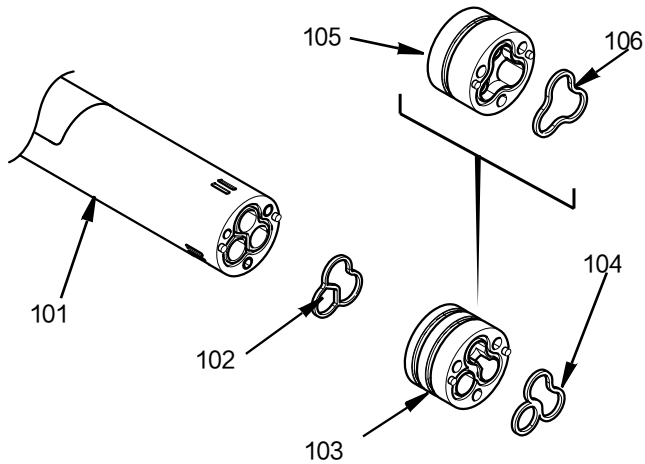

FIG. 13
5. 如有必要，请卸下泵下的一个材料垫圈 (106) 或泵下的两个材料垫圈 (104)。现在可以移除一个材料转换接头 (105) 或两个材料转换接头 (103) 和转换接头垫圈 (102)。参见FIG. 13。